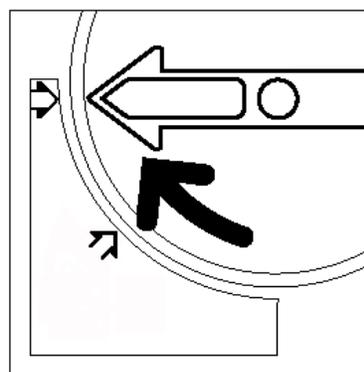

Figura 13: Rodar e fixar o Cartucho
- 8 Rode o cartucho no sentido dos ponteiros do relógio até a seta do cartucho ficar alinhada com a do copiador/impressora e as setas do cartucho fiquem na horizontal, tal como ilustrado na Figura 13.